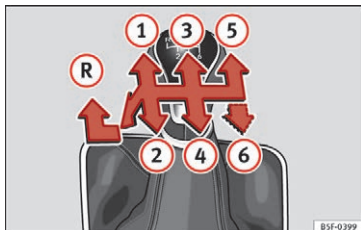

Fig. 56 Skiftediagram i forbindelse med 5-trins eller 6-trins manuel gearkasse
De enkelte gears positioner er vist på gearstangen » **Fig. 56**.
- Sæt gearstangen i frigear, tryk den nedad og helt til venstre, og skub den herefter helt frem for at sætte bilen i bakgear » **Fig. 56**